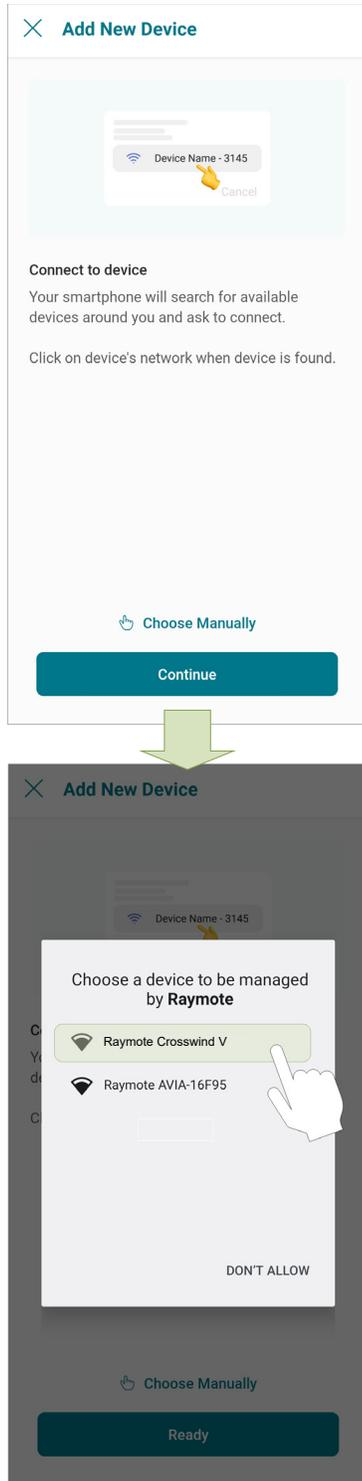

Figure 77. Connexion avec un téléphone mobile Android
3. **Sur Android:** Selon votre configuration, un ou plusieurs appareils apparaîtront dans l'application. Sélectionnez l'identifiant de réseau qui correspond à votre appareil, comme indiqué en Figure 77.